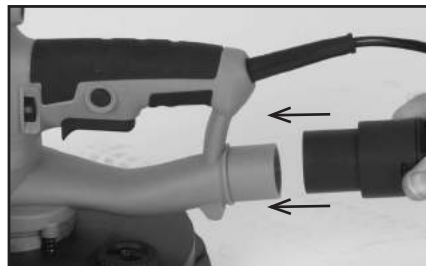

Fig. 9
- Collegare l'attacco di aspirazione della polvere all'utensile spingendolo nella porta di aspirazione preposta. **(Fig. 9).**